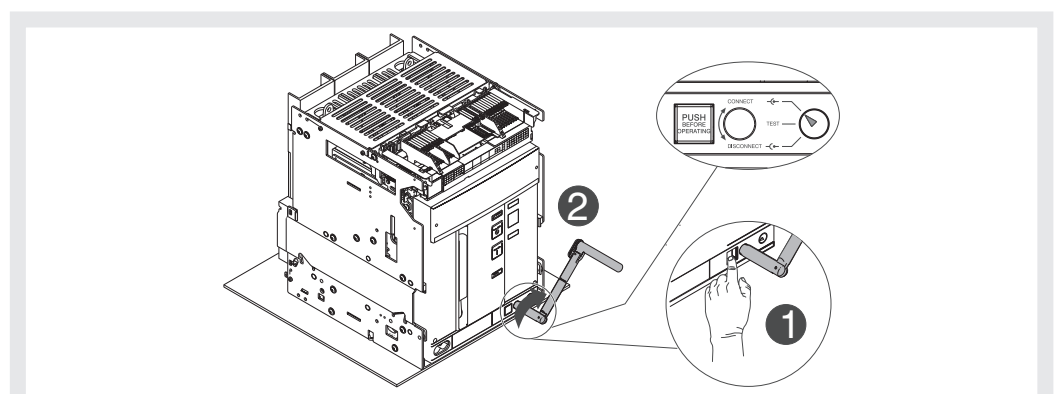

Figure 46
11. Appuyer sur le bouton de blocage puis tourner la manivelle dans le sens des aiguilles d'une montre jusqu'à ce que le bouton sorte et l'indicateur signale que le disjoncteur est en position **CONNECT**. Voir Figure 46.